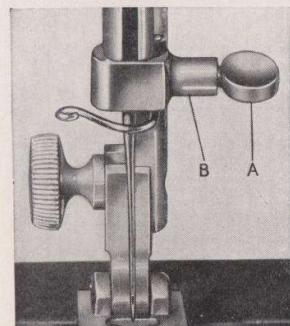

Fig. 3.
Lossa näklämskruven (A fig. 3). Förs in nälen i näklämmen (B) och skjut upp den så högt det går. Se till att den flata sidan av nälen är vänd från Er. Skruva till näklämskruven hårt och kontrollera att nälen är rätt insatt. Den långa skäran ovanför nälösaget skall vara vänd mot Er.